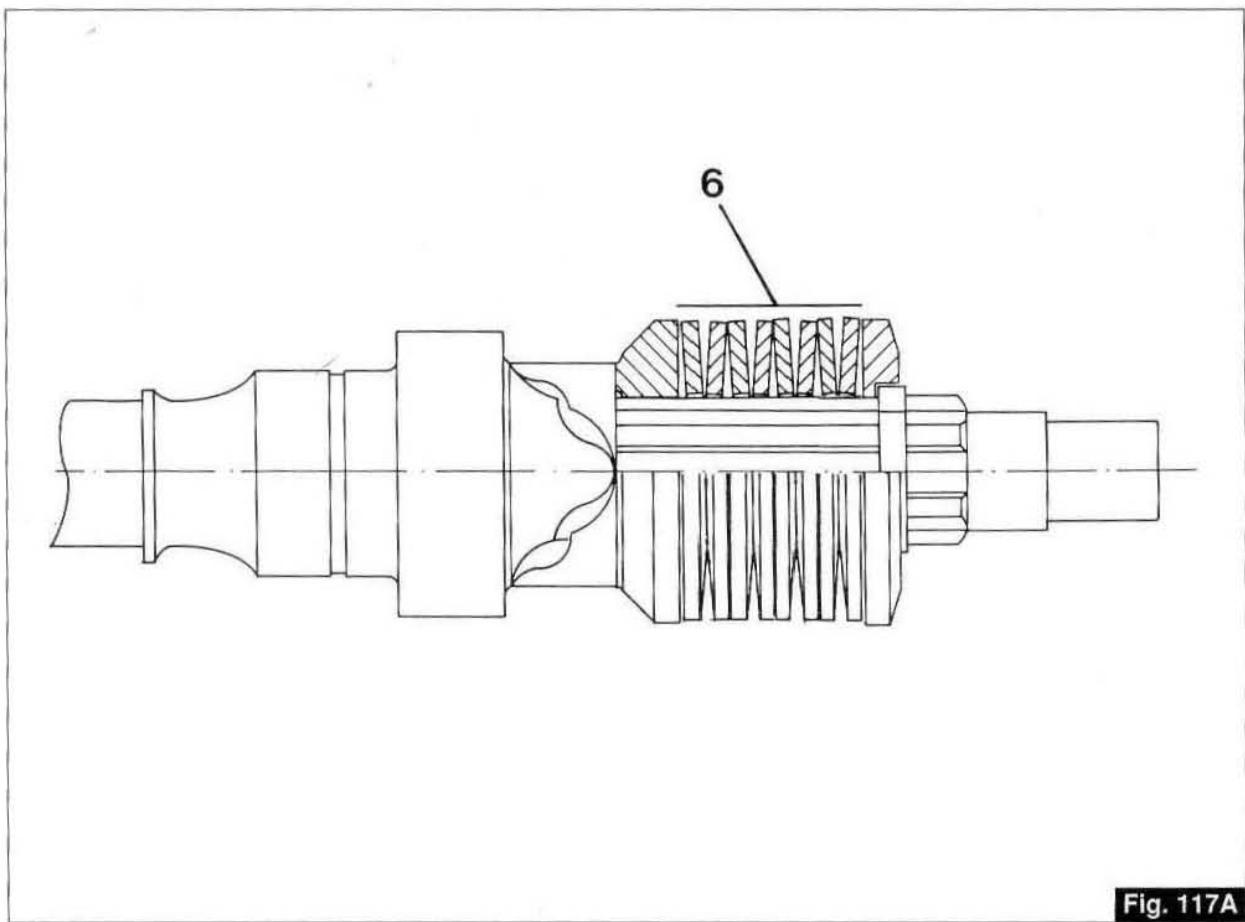

Fig. 117A
N.B.: La fig.117A indique la bonne position de montage des ressorts Belleville pos. 6.
ANM.: In der Abb. 117A ist die richtige Einbaulage der Tellerfedern Pos. 6 dargestellt.